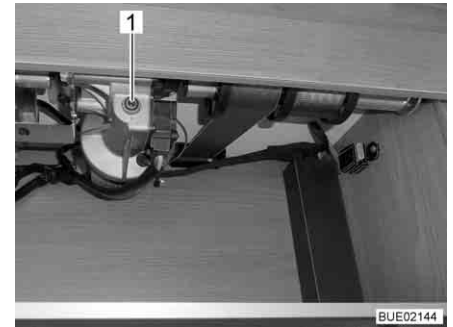

Fig. 135 Accesso all'azionamento
- Inserire nell'alloggiamento del motore (Fig. 135,1) la manovella a disposizione o una chiave esagonale.